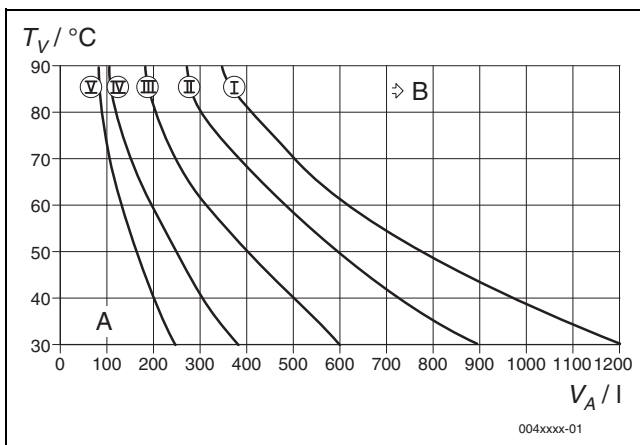

Bild 41 Größe des Ausdehnungsgefäßes für Pufferspeicher mit maximal 400 l Inhalt bestimmen
- Das in Bild 41 genannte maximale Anlagenvolumen wird nicht überschritten.